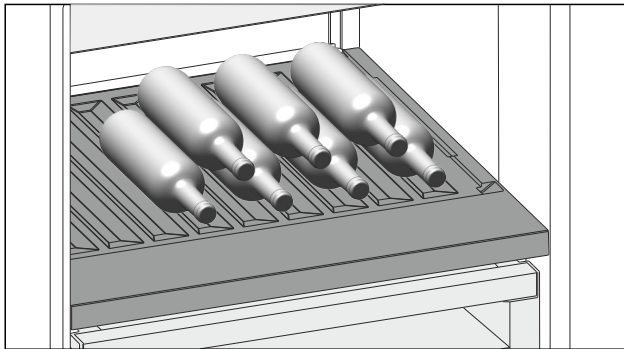

Fig. 148 Esimerkkikuva
- Aseta pulloet niin, että pohja osoittaa taaksepäin takaseinää vasten. (katso Fig. 148)